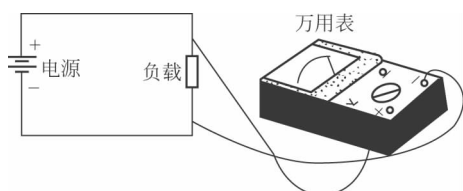

图 1-4 万用表的接法
② 测量前，若不知该电路中电压的大小，量程选择要宁大勿小，应从万用表电压挡的最大量程开始测量，防止因电压太高打坏表头。
③ 万用表电压挡的特点是内阻很大，所以测量电路某两点间的电压时，应将万用表与被测量电路的两点并联。测量直流电压时，万用表的正极红表笔应与电路中电压的正极相接，负极黑表笔应与电路的负极相接，不能接反，如图 1-4 所示。测量交流电压时则不分正、负极。